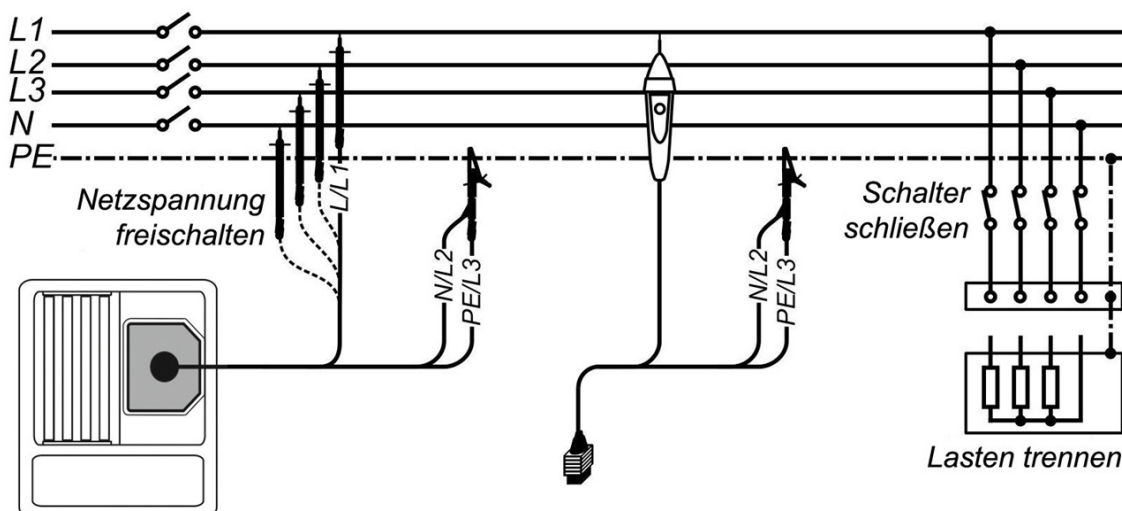

Abbildung 5.6: Anschluss der 3-Leiter-Prüfleitung und der optionalen Commander-Prüfspitze (044155)
- ❑ Kontaktieren Sie die Prüfleitungen an das Prüfobjekt (siehe Abbildung 5.6).